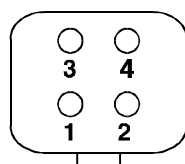

Figura 2
- c Collegare il cavo dell'obiettivo AI all'apposita presa sul retro della telecamera. (NOTA: Nel collegare il connettore a spinotto in dotazione, riferirsi alla Figura 2).